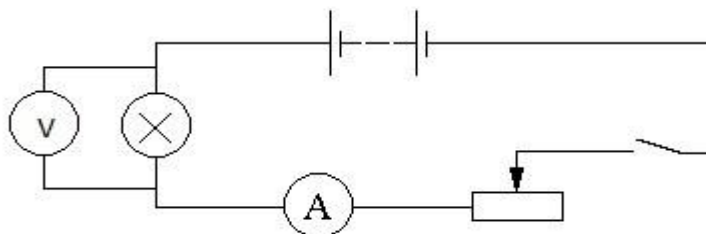

Рисунок 14 - Схема опыта
1. Собрать цепь по схеме (рисунок 14).
2. Зарисуйте схему опыта (рисунок 14).